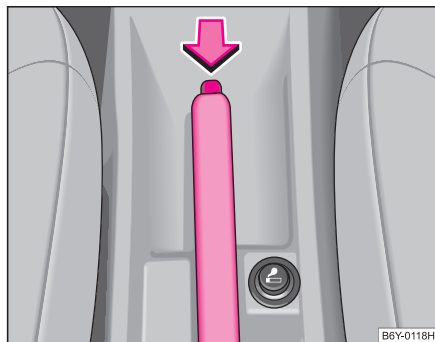

Abb. 93 Mittelkonsole:
- Ziehen Sie den Handbremshebel etwas hoch **und** drücken Sie **gleichzeitig** den Sperrknopf ⇒ Abb. 93 hinein.